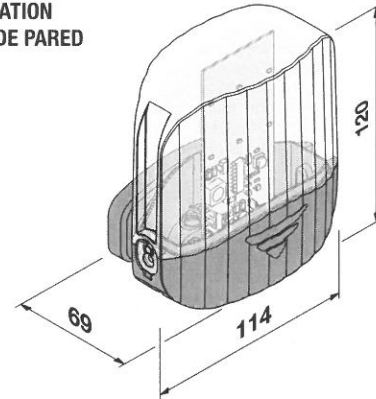

Fig. 1
The warning light **ICON**, with electrical tension selection **24Vac/dc** - **230Vac** on the terminal board and integrated aerial, represents a valid visual warning system indicating that the gate/barrier etc. is in movement. Suitable for fitting to all types of system, its compact dimensions (see fig.1) and simplicity of installation makes it ideal for residential systems. The printed circuit is housed in a watertight container (protection grade IP54), fitted with a fast-fitting base for both wall and column mounted installations.
- Choose the definite position depending on the system requirements and make sure that the lights are visible from both the entry and exit directions fig. 1.
Le clignoteur **ICON**, avec sélection de la tension électrique **24Vac/dc** ou **230Vac** sur le bornier et antenne intégrée, est un organe efficace de signalisation optique des manœuvres en cours. Son application est possible sur tout type d'installation; la facilité de montage et ses dimensions réduites (voir figure 1) en font un avertisseur idéal pour des installations à usage domestique. Le circuit est logé dans un boîtier étanche (Indice de protection IP54), muni d'une base à fixation rapide pour une installation murale ou sur pilier. L'appareil répond aux contraintes des normes de sécurité.
- Choisir l'endroit de fixation en fonction de la particularité de l'installation en contrôlant la bonne visibilité de la signalisation en entrée et en sortie, voir fig. 1.
El relampagueador **ICON**, con selección de la tensión eléctrica **24Vac-dc** y **230Vac** en la placa de bornes y antena incorporada, es un válido sistema visual para indicar una maniobra en curso de actuación. Apta para la aplicación en todos los tipos de instalaciones; su fácil instalación y sus dimensiones reducidas (fig.1) hacen que sea la lámpara intermitente ideal para las instalaciones residenciales. El circuito está ubicado en un contenedor estanco (Grado de protección IP54), provisto de una base de fijación rápida para la instalación en pilares o paredes. El aparato ha sido fabricado cumpliendo con las normas de seguridad.
- Determinar el punto de fijación a base de las exigencias de instalación, comprobando que haya una buena visibilidad de la señal, tanto a la entrada como a la salida, ver fig. 1.
Das Blinkleuchte **ICON**, mit Auswahl der elektrischen Spannung **24Vac-dc** und **230Vac** über Klemmenleiste und integrierte Antenne, stellt ein leistungsfähiges, optisches Signalsystem von Betätigungen dar. Es ist zur Anwendung auf jedem Anlagentyp geeignet; die einfache Installation und die geringen Abmessungen (siehe Abb. 1) machen es zum idealen Leuchtmelder bei Wohnanlagen. Der Schaltkreis ist in einem wasserdichten Gehäuse untergebracht (Schutzgrad IP 54). Die Gehäusebasis ermöglicht eine schnelle Anbringung bei Installationen an Pfeilern und Wänden.
- Wählen Sie die Anbringungsstelle gemäß den Anforderungen der Anlage, wobei Sie überprüfen sollten, dass die gute Sichtbarkeit des Leuchtmelders sowohl bei der Einfahrt als auch bei der Ausfahrt gewährleistet ist, siehe **Abb. 1**.